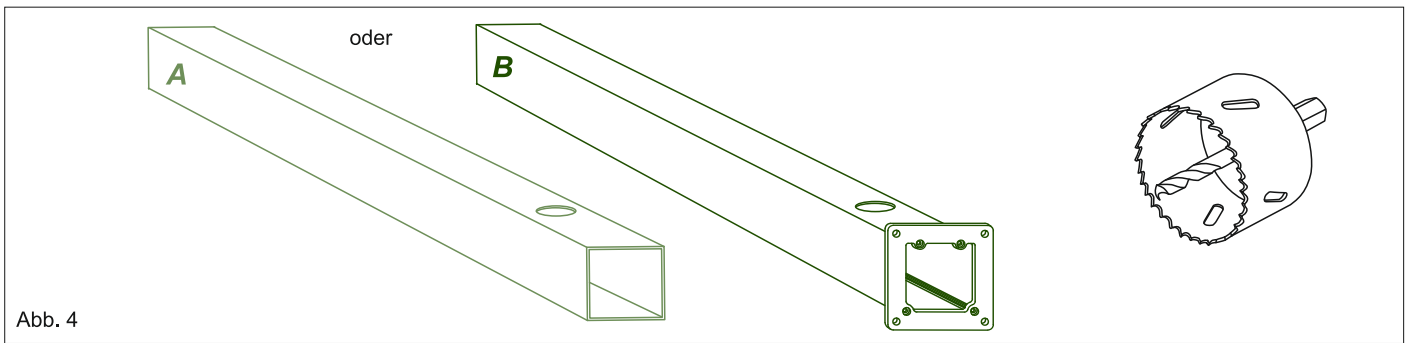

Abb. 4
1a. Halten Sie das Wandprofil an der Montagestelle fest und markieren Sie die Stellen auf dem Wandprofil, wo die Vorbohrungen für die Wandmontage gesetzt werden können (im Zick-Zack-Format mit ca. 20 cm Abstand. Siehe Abb. 4). Anschließend nehmen Sie die Bohrungen mit einem Metallbohrer im Wandprofil vor. Anschließend Bohren Sie mit einem Beton/ Steinbohrkopfböhrer einen, für den für die Montage vorgesehenen Dübel, passendes Bohrloch in der richtiger Höhe, durch ein äußeres Loch in dem Wandprofil und befestigen Sie den Wandprofil sicher an der Wand. Siehe Abb 2.
1c. Wiederholen Sie diese Schritte für alle andere in dem Wandprofil vorhandene Löcher und stellen Sie fest, ob das Wandprofil so stabil an der Wand montiert ist, dass dieses die ganze Überdachungskonstruktion, sicher tragen kann. (Befestigen Sie bei einer Überdachungslänge von 8 - 12 m auch das zweite Wandprofil direkt angrenzend an das erste Wandprofil, beachten Sie auch hier die Schritte 1a. - 1d.). Siehe Abb. 4.
A) B) 3. In einem der Pfosten wird das Wasserablaufrohr versteckt. Je nach Rohraustritt aus dem Pfosten (sichtbar über die Erdoberfläche oder einbetoniert/eingegraben im Erdreich) markieren Sie die Stelle für den Abfluss an unteren Ende des Pfosten und schneiden Sie mit einem Lochbohrer/einer Lochsäge eine 90mm Öffnung in den Pfosten. Siehe Abb. 4.